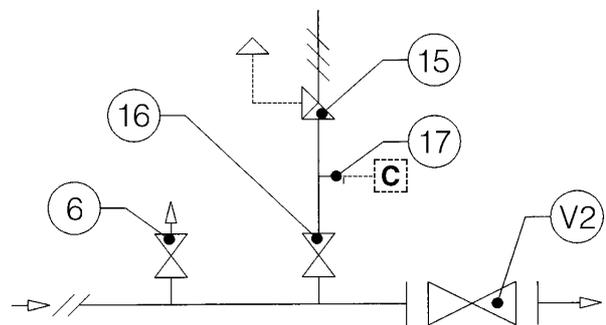

Fig. 6
3.1.2 INSTALACIÓN CON VÁLVULA DE INTERCEPTACIÓN (FIG. 6)
3.1.2 INSTALAÇÃO COM VÁLVULA DE CORTE (FIG. 6)